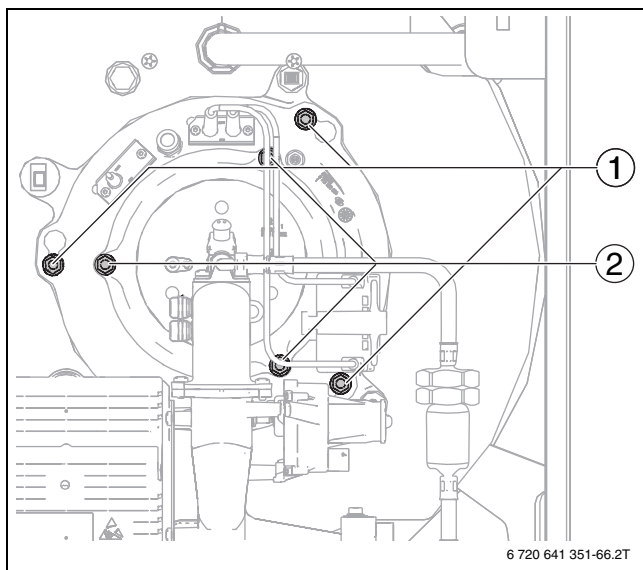

Bild 76 Befestigungsmuttern lösen
- ▶ Befestigungsmuttern am Brennerflansch (→Bild 76, [1]) lösen.
- ▶ Befestigungsmuttern am Brennergehäuse (→Bild 76 [2], Seite 48) entfernen.